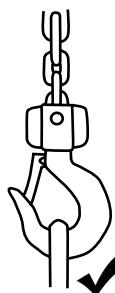

Abbildung 1
- Hängen Sie die anzuhebende Last mittels Hebebanden, Ketten oder anderer für die Art, Form und das Gewicht der Last geeigneter Anschlagmittel in den Lasthaken (4) ein (siehe Abb. 1).
- Zentrieren Sie die Last richtig am Lasthaken (siehe Abb. 1).